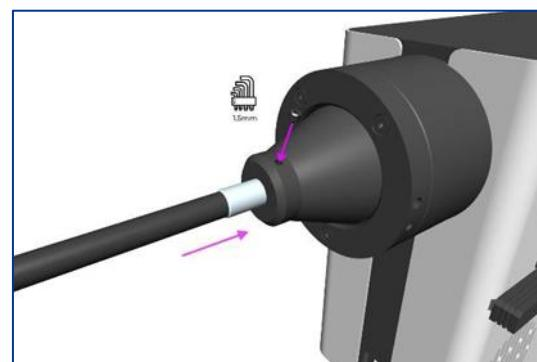

Abbildung 15
2. Halten Sie den Flüssigkeitslichtleiter fest und verwenden Sie den 1,5-mm-Sechskantschlüssel, um die Halteschraube am Ausgang der Lichtquelle vorsichtig zu befestigen (Abbildung 15).